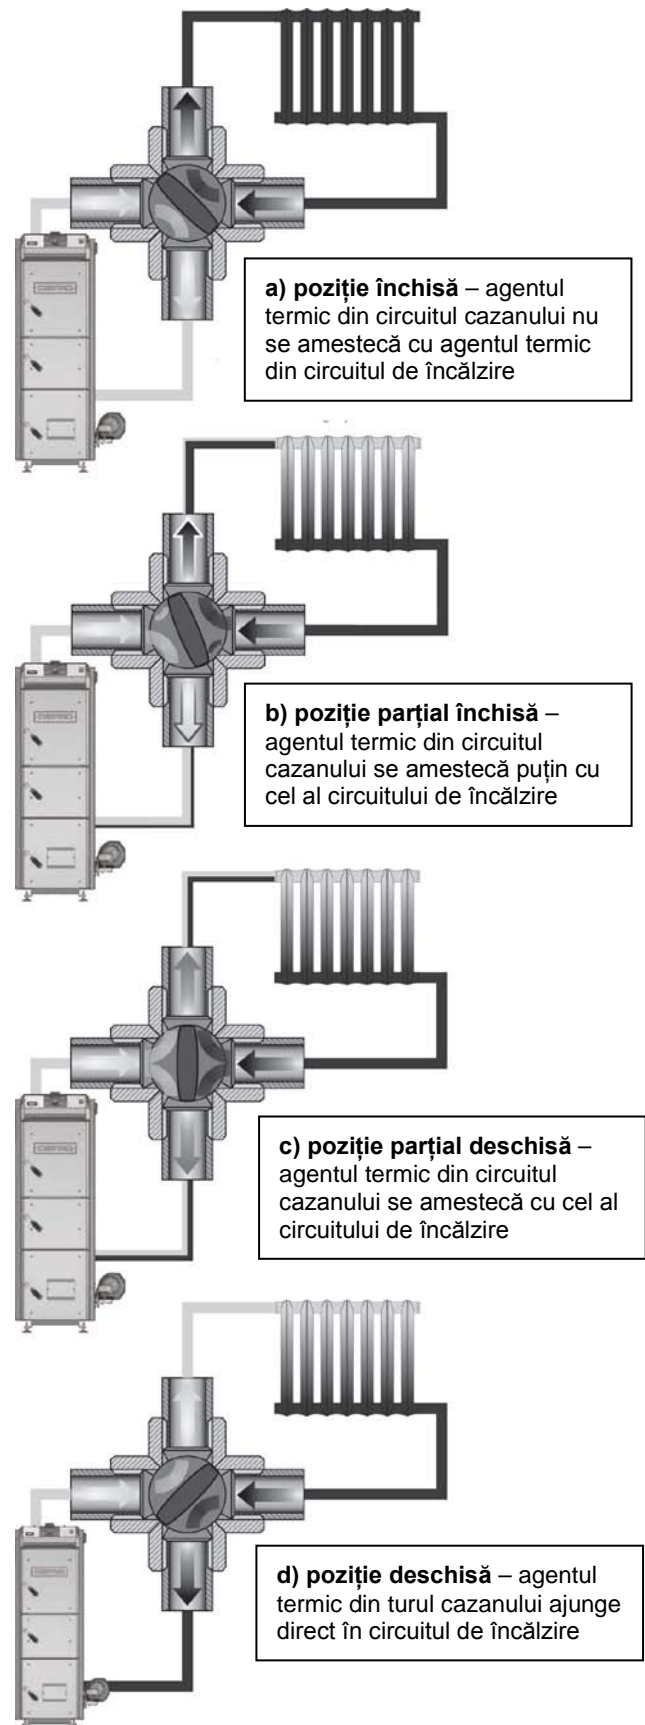

Fig.11. a) - d) Funcționarea vanei cu 4 căi
- butelie de egalizare (fig. 11), mai ales în instalații mari de încălzire